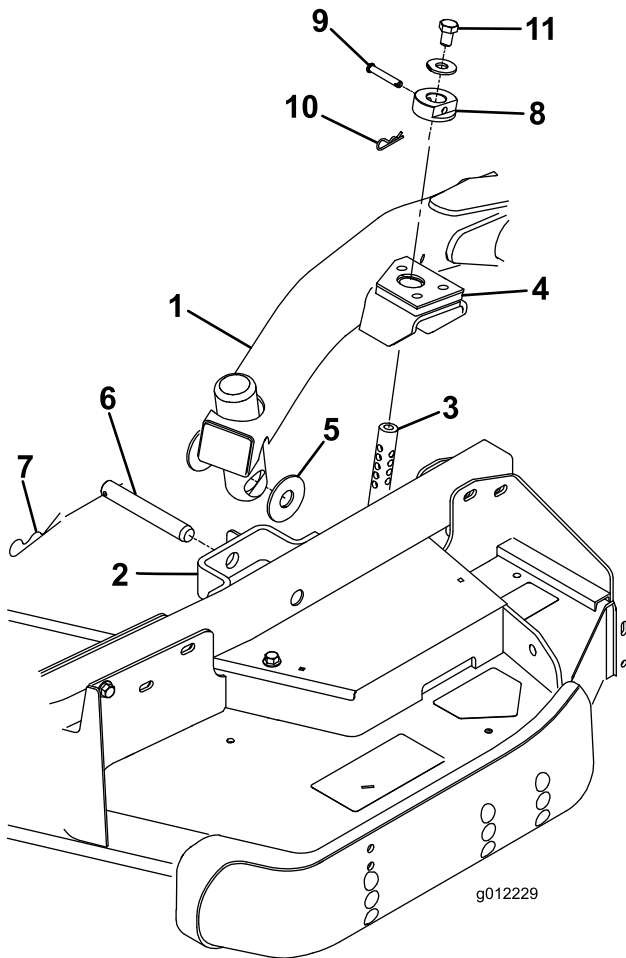

Bild 5
2. Stellen Sie den Hubhebel auf die SCHWEBEN-Stellung. Drücken Sie einen Hubarm nach unten, bis die Löcher im Hubarm mit den Löchern in der Laufradarmhalterung ausgerichtet sind, und die Schritthöhenstange in die Hubarmpolster eingesetzt werden kann (Bild 5).
3. Befestigen Sie den Hubarm mit zwei Druckscheiben, einem Lastösenbolzen und einem Splint am Laufradarm. Setzen Sie die Druckscheiben zwischen den Hubarm und die Halterung des Laufradarms (Bild 5) und setzen Sie das Ende des Splints in den Schlitz in der Nase des Laufradarms ein, um den Splint zu befestigen.
7. Befestigen Sie die Schnitthöhenstellringe an den Schnitthöhenstangen und befestigen sie mit den Lastösenbolzen und den Splints (Bild 5). Der Kopf des Lastösenbolzens sollte möglichst zur Mähwerkvorderseite zeigen.
8. Setzen Sie oben auf jeder Schnitthöhenstange eine Schraube ($\frac{1}{2}$ " x $\frac{3}{4}$ ") und eine Scheibe ein (Bild 5).